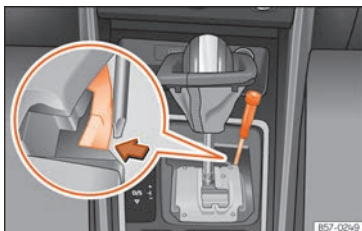

Abb. 144 Wählhebel: Notentriegeln aus der Parkstellung.
- Drücken Sie seitlich mit Hilfe der flachen Seite des Schraubendrehers auf die gelbe Taste und halten Sie sie gedrückt » » **Abb. 144**.